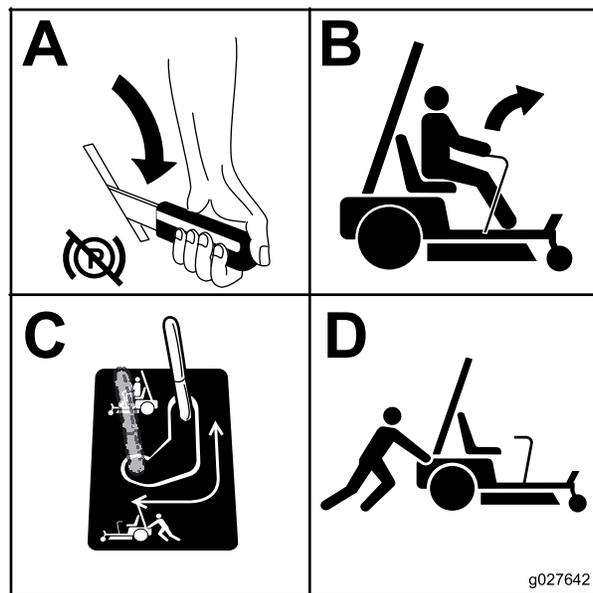

Figure 27
3. Répétez cette procédure de chaque côté de la machine Figure 27.
4. Placez la dérivation à la position voulue pour utiliser la machine (Figure 27) et engager les moteurs des roues.